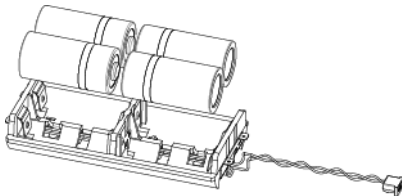

Figura 11
3. Insertar la nueva batería teniendo en cuenta la polaridad (*ver la Figura 11*).